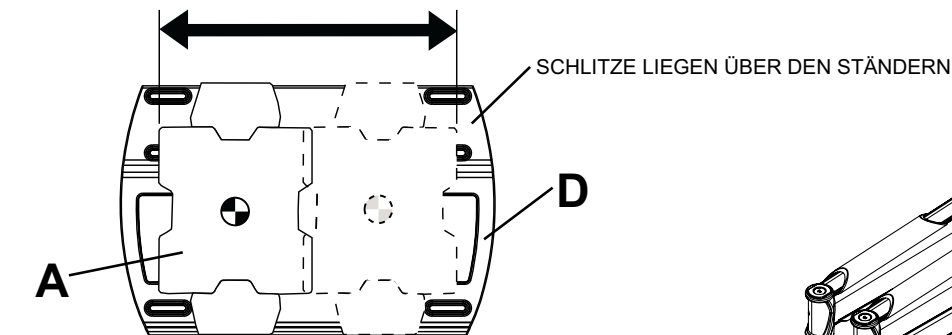
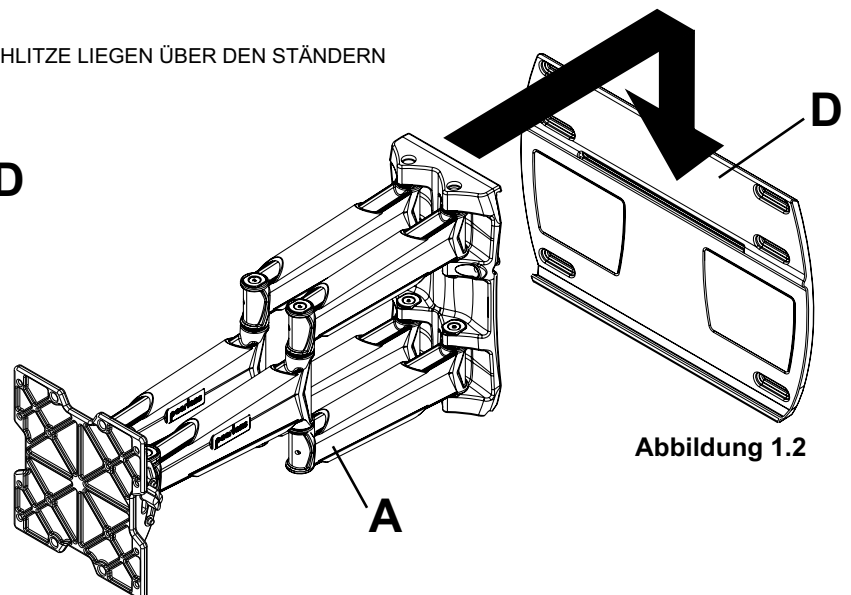

Abbildung 1.1
Abbildung 1.2
- 1** **HINWEIS:** Beim Anbringen der Wandplatte (D) an Holzständerwänden müssen die Schlitzlöcher in der Wandplatte (D) über den Holzständern liegen. Bestimmen Sie wie in Abbildung 1.1 gezeigt die gewünschte Stelle für den Mittelpunkt des Bildschirms (siehe Schritt 2) und hängen Sie dann den Arm an der Wandplatte (D) ein (siehe Abbildung 1.2).